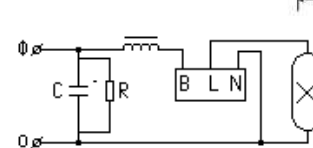

Рисунок 2
5.3 Подключение проводов сети производится к клеммной колодке согласно схеме включения (рисунок 2 или 3), предварительно зажав их пластмассовой планкой при помощи винта. Заземляющий провод подсоединить к защитному зажиму на панели.